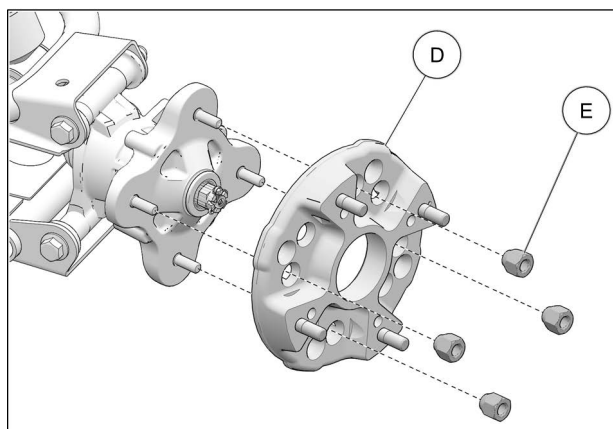

Fig. 8
8. Installer les espaceurs (D) sur les moyeux arrière. Utiliser les écrous de roue M12x1.25 (E) fournis. Voir la Fig. 8